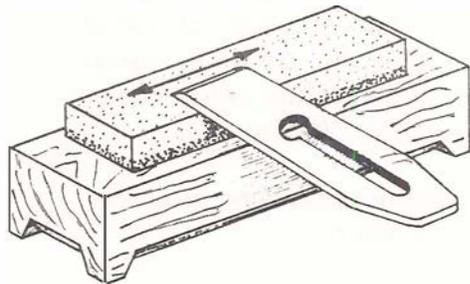

Fig. 40
- c. Estando bien pulido el bisel invierta la cuchilla sentándola por la parte plana para quitarle la rebaba y manteniéndola perfectamente sentada sobre la piedra y desplácela hacia adelante y hacia atrás y luego, sentándola alternativamente por el bisel y la cara plana hasta lograr obtener un filo de gran calidad. (Ver Fig. 40).